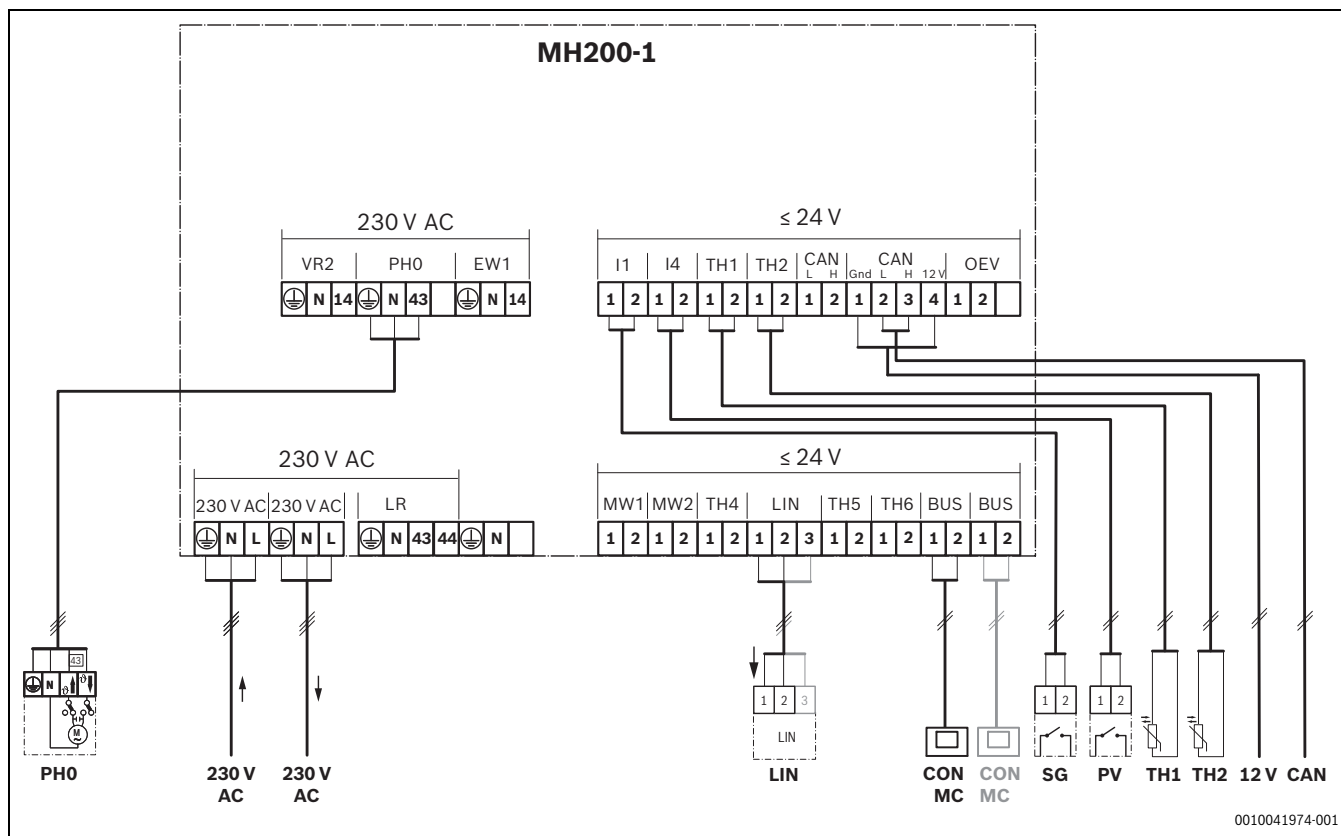

Fig. 4 Vue d'ensemble affectation des bornes de raccordement
- ▶ S'assurer que les câbles sont raccordés aux bornes correspondantes marquées sur le module (→ fig. 4).